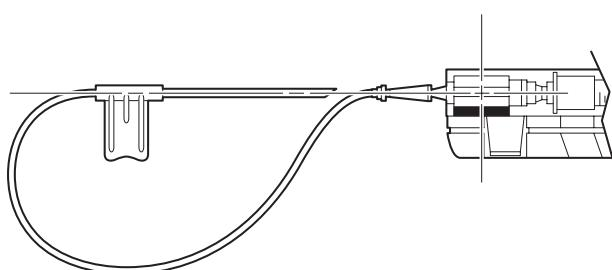

Figura 5
6. Lleve la punta del catéter (extremo perforado) a la misma altura que el diafragma desechable. Consulte la figura 5. La pantalla debería indicar entre -8 y +9 mmHg.